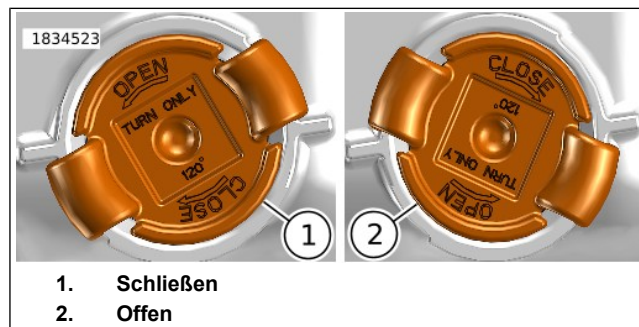

Abbildung 86. Ausrichtung der Ablassschraube
- b. Siehe Abbildung 86. Die Motorölablassschraube gegen den Uhrzeigersinn in die geöffnete (2) Position drehen.
- b. Siehe Abbildung 86. Die Motorölablassschraube und den O-Ring in die geöffnete (2) Position bringen.
- c. Die Motorölablassschraube im Uhrzeigersinn drehen, um sie zu schließen (1).